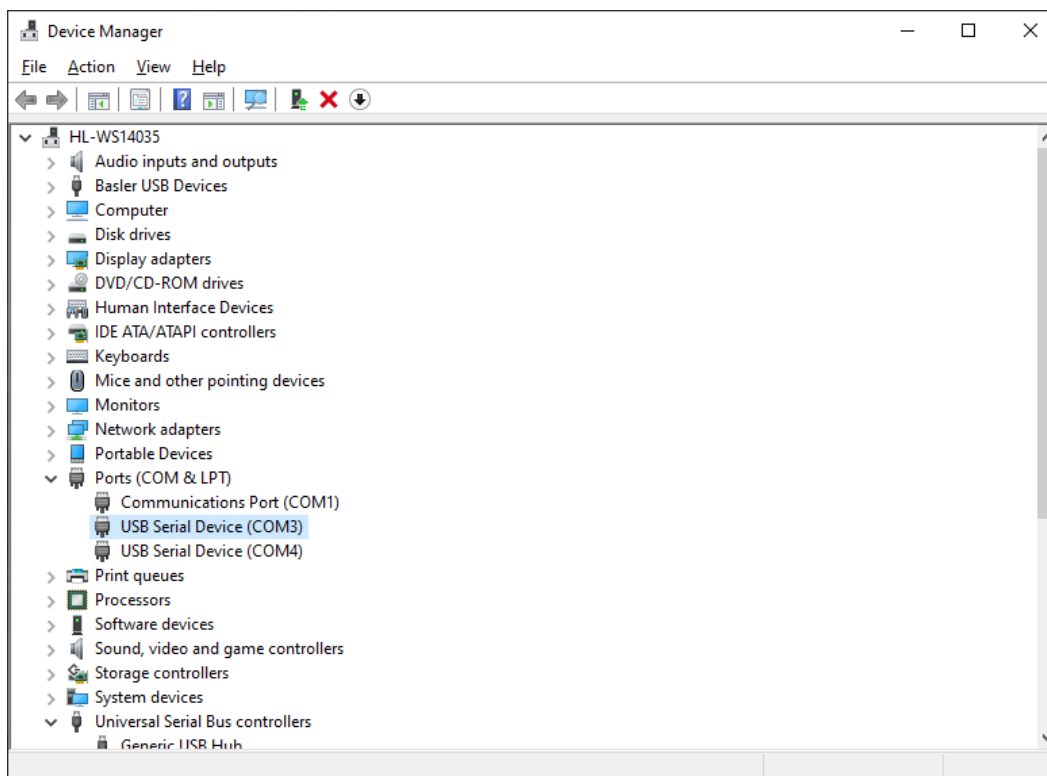

Figura 64-3. Administrador de dispositivos
- Paso 2. Abra el Administrador de dispositivos de Windows® como se muestra en Figura 64-3. Haga clic con el botón derecho en Dispositivo serie USB (COM#) para la conexión BESTCOMSPus y seleccione Actualizar controlador.